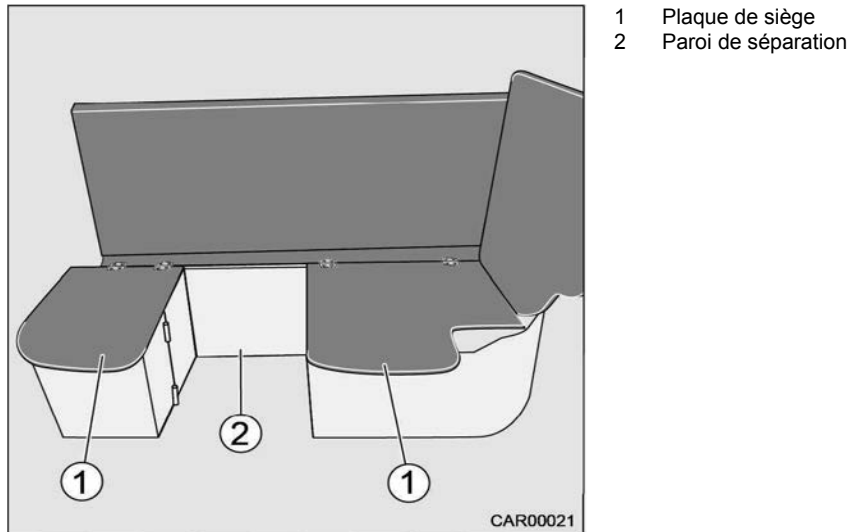

Fig. 32 Transformation du 5e siège
8. Retirer la paroi de séparation (Fig. 32/2) hors du socle au milieu du véhicule.
10. Rabattre les plaques de siège (Fig. 32/1).